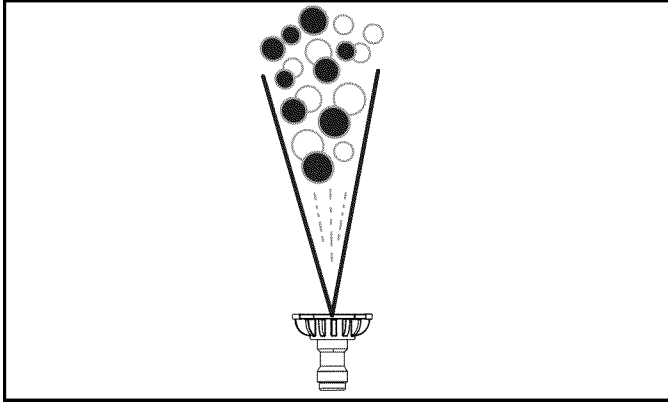

Figure 4-21. Buse à détergent (noire)
- Lorsque vous appliquez du détergent, utilisez uniquement la buse noire (Figure 4-21). N'utilisez que des détergents ou des savons pouvant être utilisés de manière sécuritaire avec la laveuse à pression afin d'aider à dissoudre la crasse ou les taches tenaces sur une grande variété de surfaces.